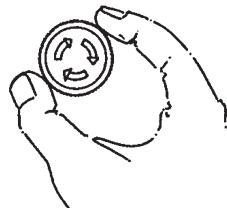

Рисунок 12
- Повернуть красную кнопку экстренной аварийной остановки по часовой стрелке (рисунок 12)